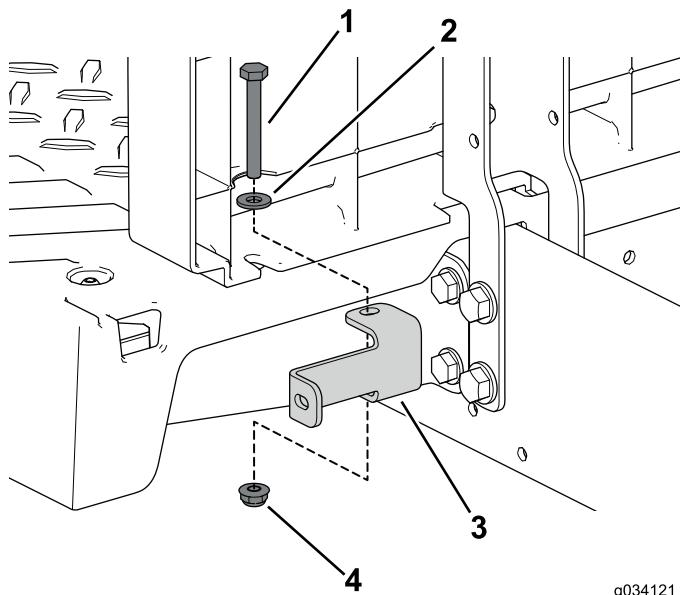

図 41
6. 左右のパネルブラケットを車体に固定するボルト1/4 x 2 インチ2本、ワッシャ、ロックナットを使う図 41。
7. 左右のパネルブラケットを車体に固定するボルト $1/4 \times 2$ インチ2本、ワッシャ、ロックナットを使う図 41。